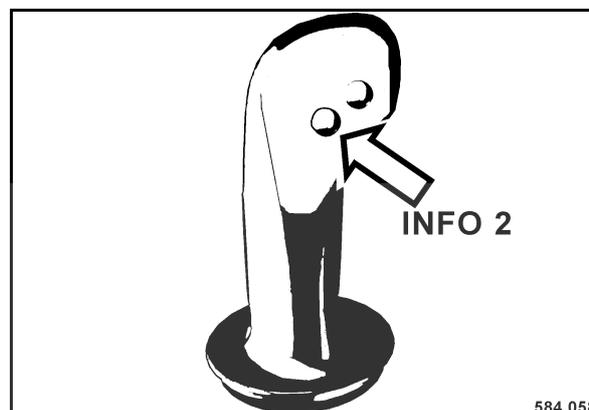

fig. 61
- Appuyer sur la touche Info 2 (fig. 61).